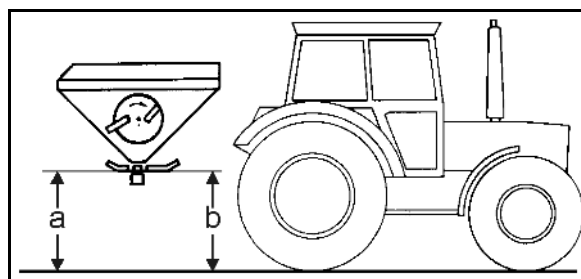

Fig. 61
De korteste spredevingene er utstyrt med dreieklaffer som kan dreies uten bruk av verktøy (Fig. 61/1). Dette muliggjør delgjødsling i korn med en plantehøyde på opptil 1 meter **uten** annet tilbehør.
3. Sving spredevingenes dreievinger (Fig. 61/1) til ønsket posisjon for normal- eller sengjødsling.